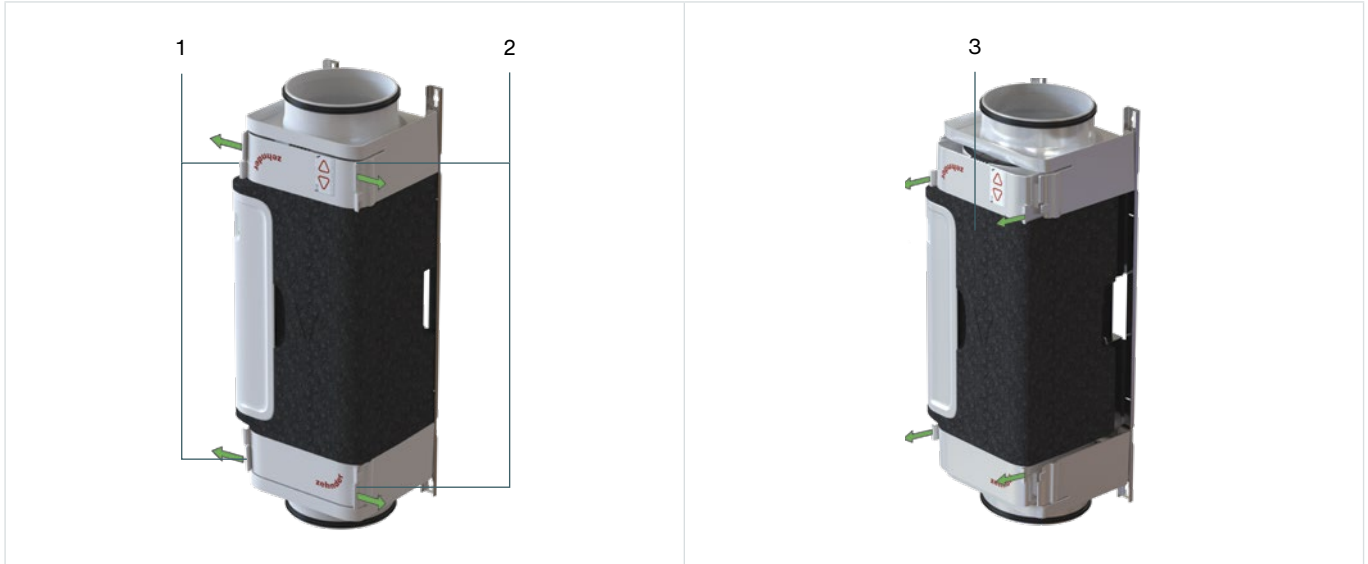

Fig. 5.2 - Verwijderen VM-interior uit VM-frame
1. Los de clips (Fig. 5.2, pos. 1 en 2) van het VM-interior.
2. Verwijder het VM-interior (Fig. 5.2, pos. 3) rechtstandig (loodrecht) uit het VM-frame.
4. Controleer of alle vier de clips (Fig. 5.2, pos. 1 en 2) correct zijn vastgeklit.